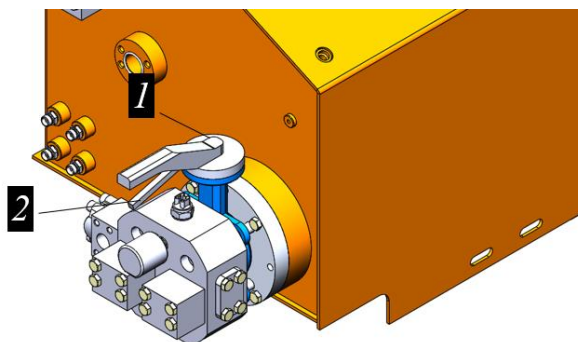

Рисунок 3.113. Процедура перекрытия запорного крана
- ▶ Перекрыть дисковый затвор (кран) 1 на линии всасывания см. рис. 3.113.
Дисковый затвор размещен между распределительной плитой и фланцем. Для перекрытия необходимо нажать и, удерживая фиксатор 2, повернуть рукоятку 1, рис. 3.113. Открывать кран аналогичным способом.
- ▶ Открыть дисковый затвор на линии всасывания см. рис. 3.113.